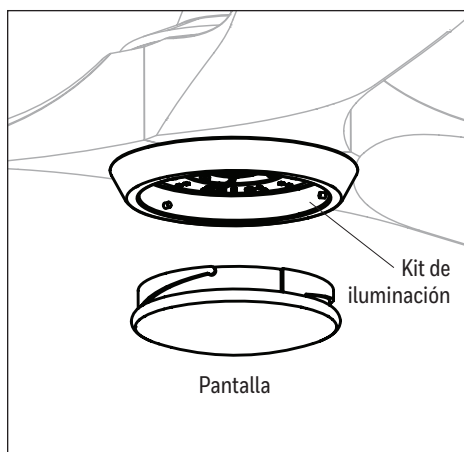

Figure 5.6
6. Levante el pantalla en el kit de iluminación y gire la pantalla en dirección de las manecillas del reloj hasta que esté asegurada (Figure 5.6).